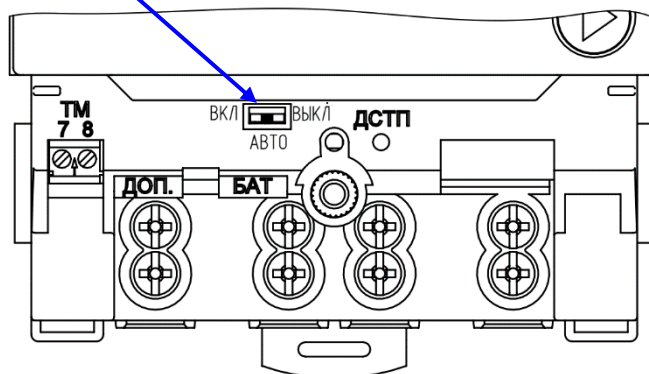

Рисунок 161
- переключатель реле управления нагрузкой находится в положении «АВТО» (см. рисунок 161).